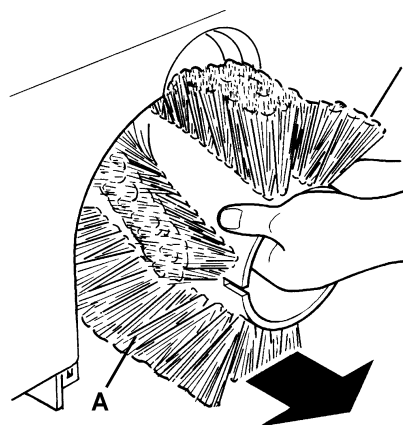

Figure 5
6. Enlever le balai (A, Fig. 5).